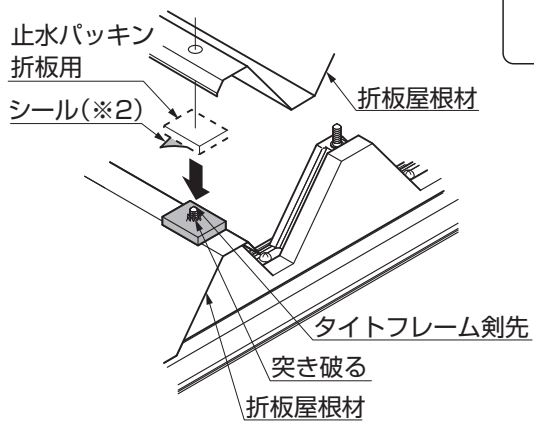
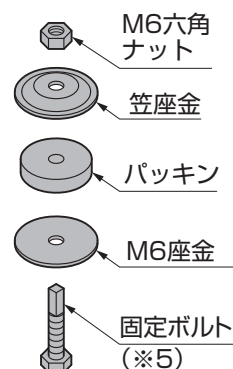
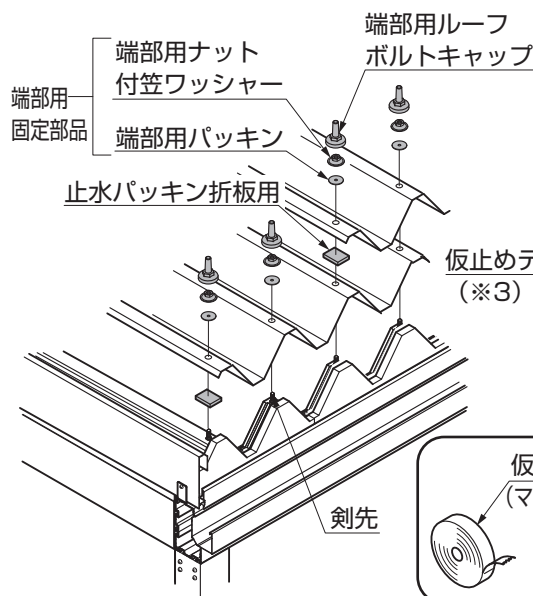
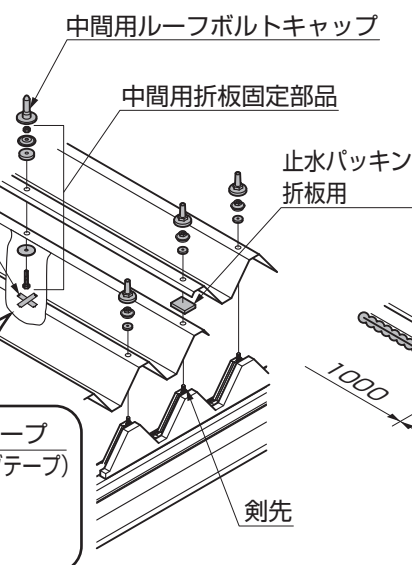

図16-15 止水パッキン
図16-16
図16-17
図16-18
- ②止水パッキン折板用のシール（※2）をはがし、横樋タイトフレームから出ている剣先を突き破って貼付けてください。（図16-15参照）
- ③1枚目の折板屋根材を、正面（シャッター側）のタイトフレームから出ている剣先に、両端部の穴にあわせて載せてください。（図16-17参照）
- ④折板屋根材の中間部の穴に合わせて、横樋梁用の中間部にφ8の穴（※4）をあけてください。
- ⑤折板屋根材の重ね合わせ部の両端部に、剣先を突き破って止水パッキン折板用を貼りつけてください。その後2枚目以降の折板屋根材を載せてください。（図16-15、図16-17、図16-18参照）
- ⑥折板屋根材の両端部を、端部用固定金具で組付けてください。（図16-15、図16-16参照）
- ⑦折板屋根材の中間部の下から、中間用折板固定部品の固定ボルト（※5）を差込んでください。（図16-16参照）
- ⑧中間用折板固定部品の部品すべてを締め付けたのち、仮止めテープをはがしてください。（図16-16参照）
- ⑨水下側と水上側の折板屋根材の接合部分にシーリングしてください。（図16-17参照）